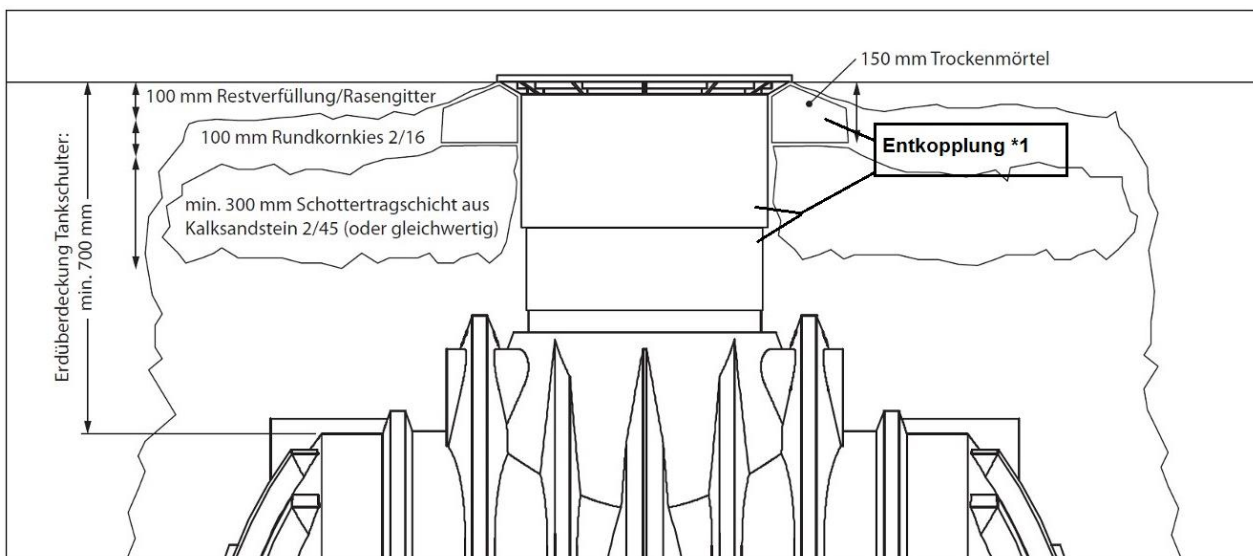

Abbildung 5: Bauseitige Herstellung eines befahrbaren Überbaus mit Teleskopdom
- Ergänzend zur Schottertragschicht wird **unterhalb des Rahmens der Abdeckung** eine ca. 150 mm hohe Unterfütterung aus Trockenmörtel (Fertigmischung aus dem Baumarkt) aufgebracht. Diese Schicht muss umlaufend min. 200 mm breit sein und ist direkt am Teleskopdom auszuführen. **Entkopplung *1 Abbildung5**
In ==> Abbildung 5 sind die verschiedenen Schichten am Beispiel eines Premium 4000 L Erdtanks dargestellt.